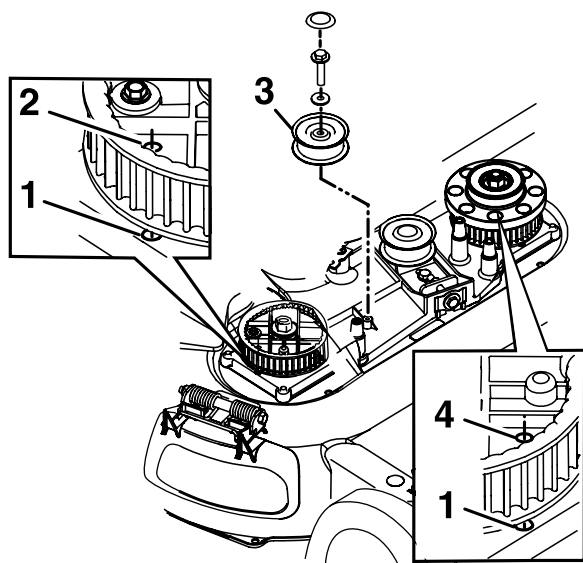

Figura 43
8. Staccate la puleggia tendicinghia fissa e la bulloneria (Figura 43).
10. Allineate i fori nelle ruote dentate di destra e sinistra con i fori nell'alloggiamento, come illustrato nella Figura 43.